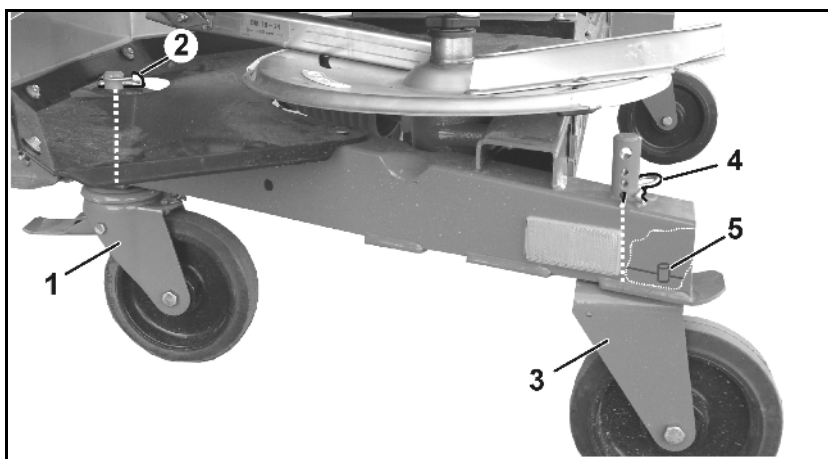

Рис. 43
5. Поворотное переднее колесо с тормозом (Рис. 43/1)
- o установите и застопорите пружинным фиксатором (Рис. 43/2), или
6. Неподвижное заднее колесо (Рис. 43/3)
При монтаже неподвижного колеса обратите внимание на то, чтобы палец (Рис. 43/5) вошел в отверстие рамы, и, тем самым, удерживал колесо в продольном направлении.